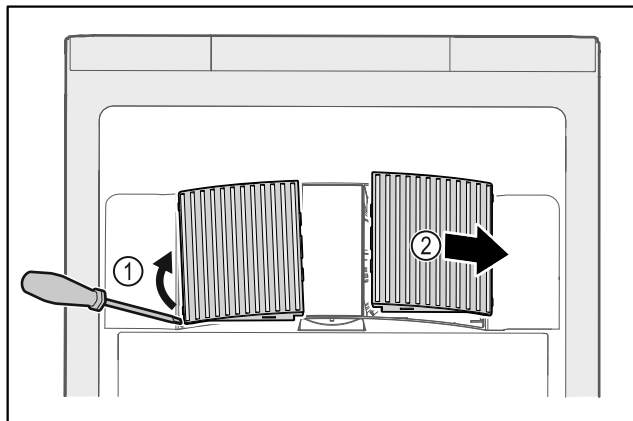

Fig. 47
- Bänd försiktigt loss fläktkåporna på sidan Fig. 47 (1) och ta av dem framåt Fig. 47 (2).